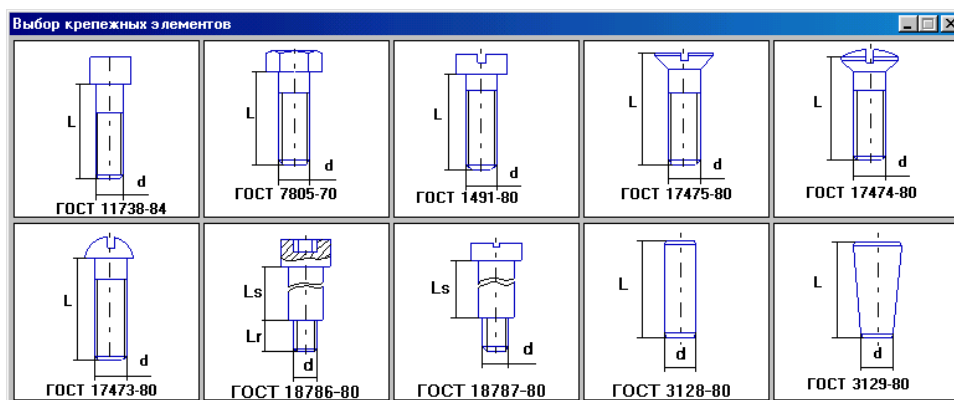

Рисунок 1.83 – Слайдове меню вибору кріпильних елементів
У системі КОМПАС-ШТАМП передбачені наступні кріпильні елементи, які наведені в слайдовому меню (рис. 1.83):
– зі слайдового меню (рис. 1.83) вибирається тип кріпильних елементів і в діалоговому вікні, що з'являється після цього, вводиться кількість кріпильних елементів;